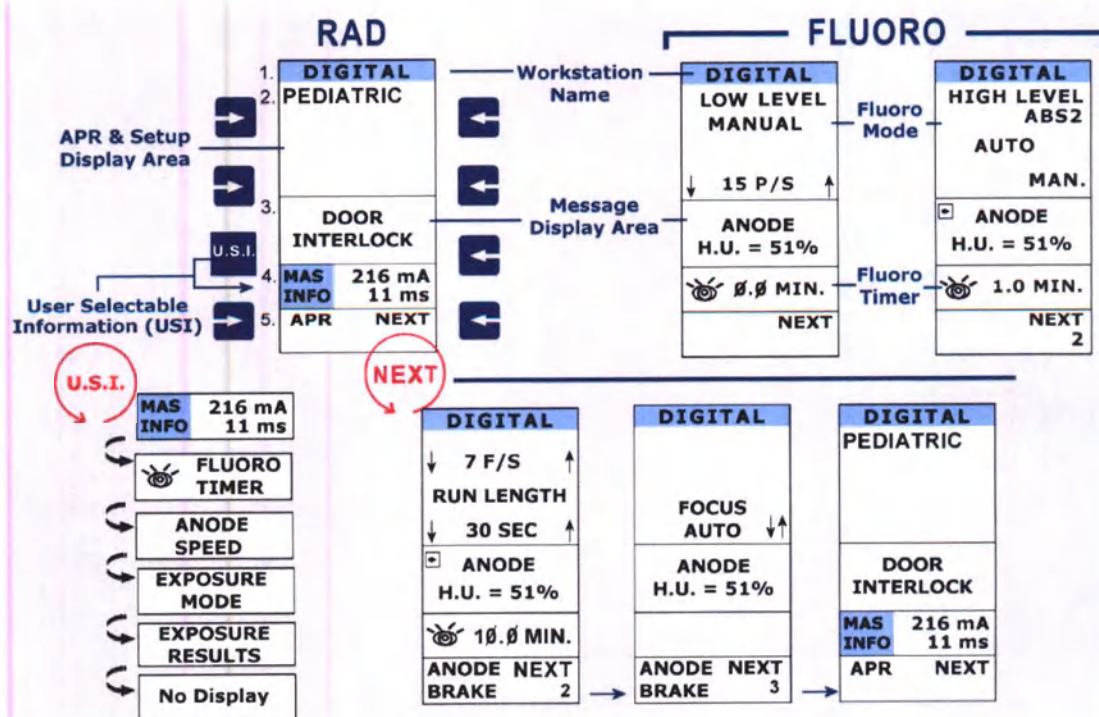

Рисунок 1.20 - Графический экран
Графический экран, расположенный в правой части пульта, обеспечивает оператора необходимой информацией и выбором, соответствующим текущей или запланированной задаче. Экран разделен на пять (5) зон, в каждой из которых отображается особая информация по рентгенографии и скопии (рисунок 1.20). Некоторую информацию может выбирать пользователь.